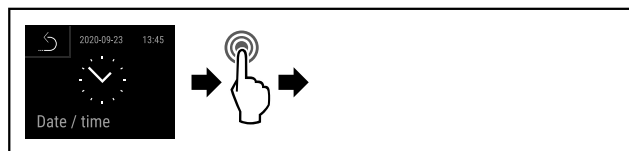

Fig. 106
- Stappen (zie Fig. 106) uitvoeren.